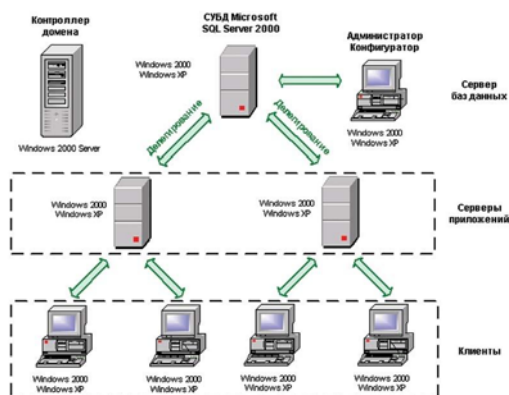

Рис. 2 – Трехуровневая система ЛОЦМАН:PLM
- клиентский модуль, с помощью которого пользователи получают доступ к требуемой информации [1] (рис. 2).